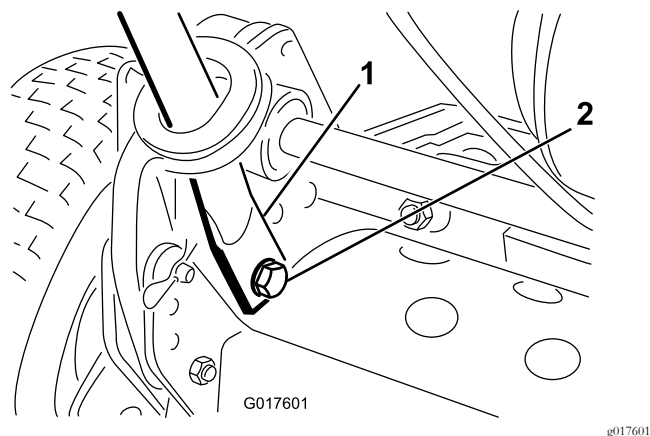

Рисунок 3
4. Сведите концы ручки и наденьте их на монтажные пальцы (Рисунок 3).
5. Прикрепите концы рукоятки к пальцам крепления с помощью болтов, шайб и стопорных шайб, снятых ранее (Рисунок 3).
6. Прикрепите рычаги ручки к задней части рамы ранее снятыми шплинтами и пальцами фиксации кольца (Рисунок 3).